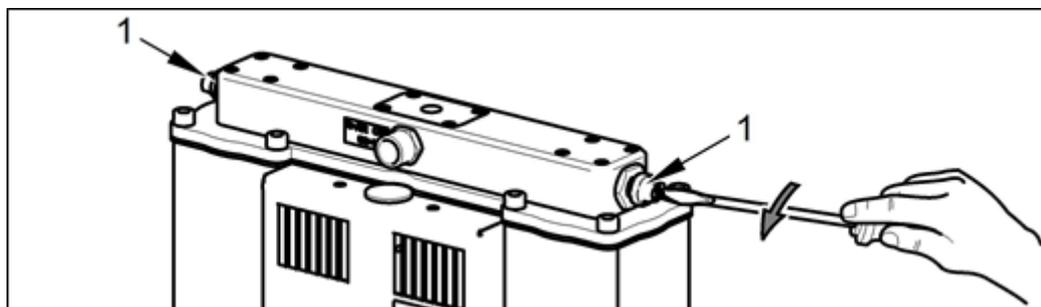

Рис. 34: Стравливание давления из камер осушителя
- Откройте вентиляционные пробки на выходном модуле оборудования (Рис. 34).